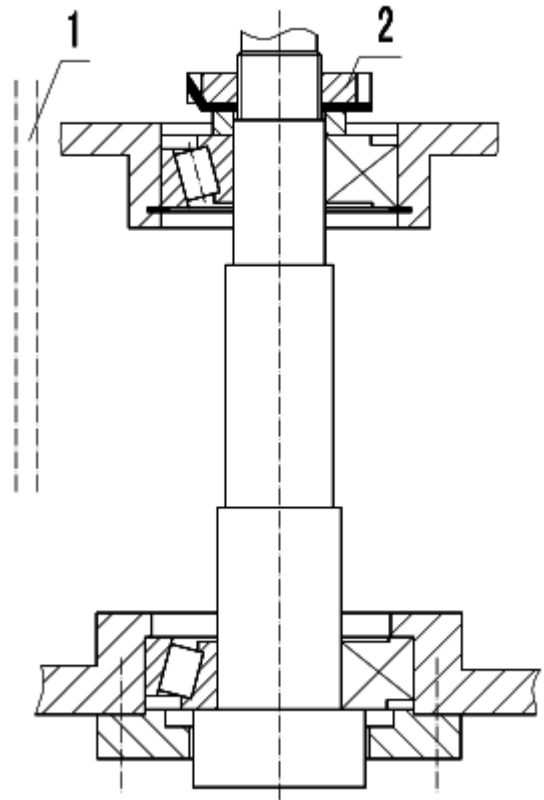

Рис. 10
Люфт подшипников шпинделя был отрегулирован до отгрузки станка с завода. Долговременное использование станка вызывает естественный износ подшипников шпинделя и увеличение люфта. Попросите специалиста отрегулировать его. Сначала снимите крышку (1, рис.10) с правой стороны колонны. Прежде всего, отогните зубья плоской стопорной шайбы под круглой гайкой, отрегулируйте круглую гайку (2), сделайте надлежащий люфт шпинделя, затем загните зубья стопорной шайбы, установите крышку (1).